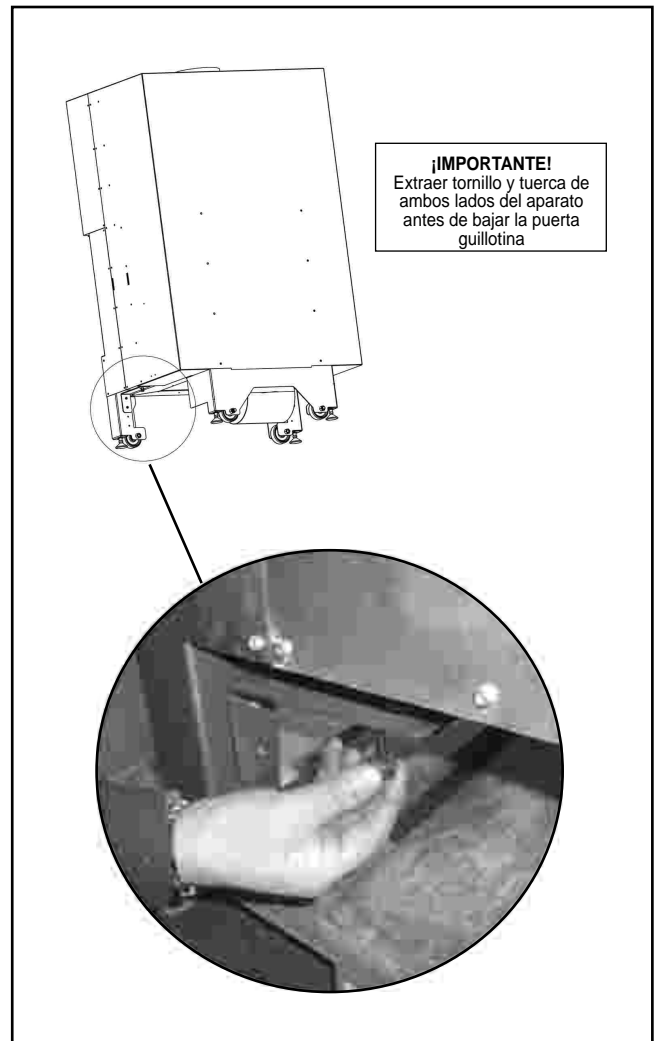

Fig. 8
- Soltar tornillos amarres contrapesos antes de intentar cerrar la puerta guillotina: en los modelos de chimenea ITACA, una vez que se extraen del embalaje, se observará que la puerta está abierta, situada en su posición más alta, y que además no se puede bajar. Ello es debido a que los contrapesos del aparato están sujetos con un tornillo de M6 desde la parte inferior del aparato a la altura de las 2 patas delanteras, para que durante el transporte no se balanceen y ocasionen desperfectos en el aparato. Importante no intentar manipular la puerta, antes de soltar los tornillos que sujetan a los contrapesos (Ver Fig. 8)